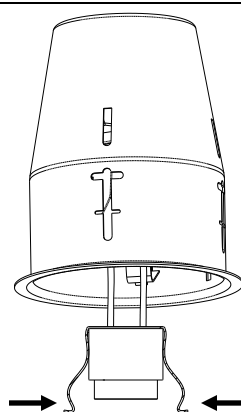

FIG. 2
1. Remueva la TUERCA MARIPOSA ubicada dentro del ALOJAMIENTO DE LA LÁMPARA para soltar la ABRAZADERA DEL PORTALÁMPARAS. Desconecte el PORTALÁMPARAS de la ABRAZADERA DEL PORTALÁMPARAS. (FIG. 2)
1. Dévissez l'ÉCROU À OREILLES situé à l'intérieur du BOÎTIER pour détacher le SUPPORT DE LA DOUILLE. Dégagez la DOUILLE du SUPPORT. (FIG. 2)